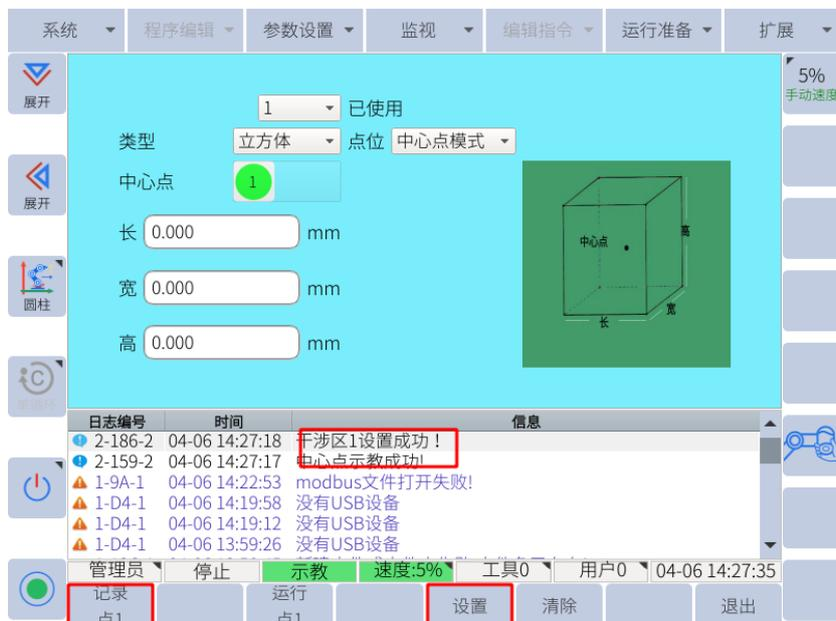

图 6-92: 中心点模式
5. 点击子菜单栏的“设置”，干涉区即设置成功，如图 6-92 所示。